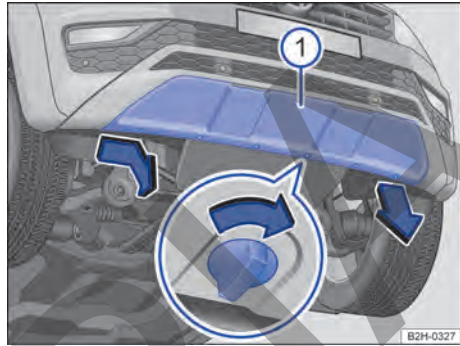

Fig. 167 En el lado derecho del paragolpes delantero: cubierta, variante 2.
① Cubierta
1. Gire los tornillos de cierre aprox. 90 grados en el sentido de la flecha → Fig. 167.
2. Incline la cubierta un poco hacia abajo y extraiga una orejeta aprisionadora del paragolpes en el lado derecho del vehículo ①.
4. Extraiga las demás orejetas aprisionadoras del paragolpes y deje la cubierta en el vehículo de forma segura ①.